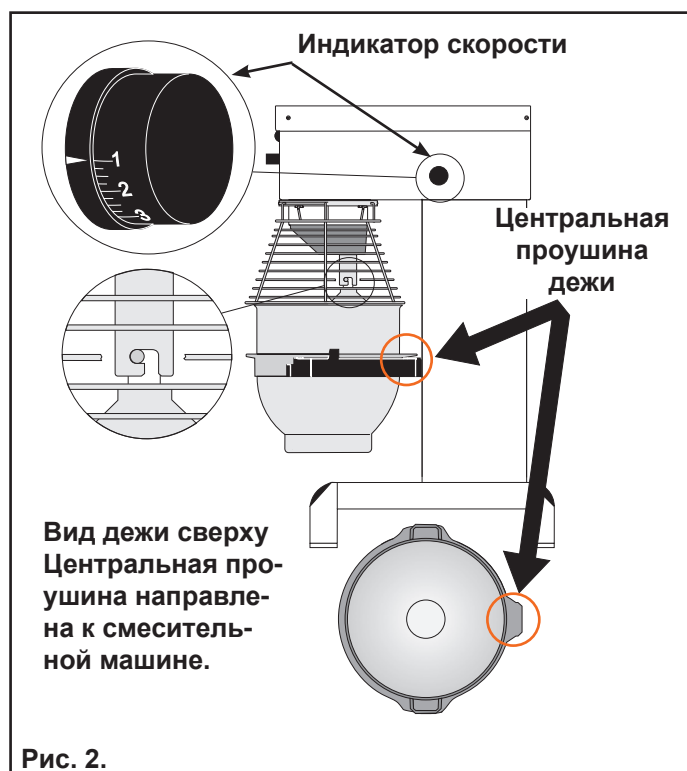

Рис. 2.
- B** **Примечание:** захваты дежи должны быть опущены в самое нижнее положение. Установите дежу в захваты. Убедитесь в том, что дежа полностью подана назад в захватах и что центральная проушина захватов дежи поворачивается вовнутрь к смесительной машине (**Рис. 2**). Установите инструмент смесительной машины в байонетный вал. Вкрутите отвод инструмента непосредственно в байонетное отверстие. Закройте защитное ограждение.
- F** Нажимайте **↑** и **↓** до достижения необходимой скорости. Показания скорости можно считать по индикатору на боковой части смесительной машины (**Рис. 2**). Также см. «**Рекомендованные максимальные скорости**» (**Рис. 1**).